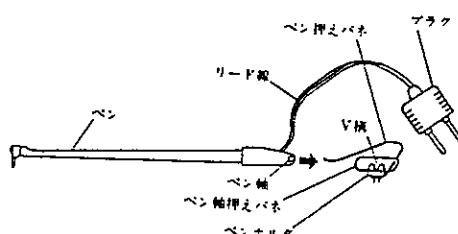

図 5-2
• 8K32(20 mm-p-p 円弧書き)の場合、ペンホルダ(図5-2)はコイル中心とペン中心とが一致する様に前もって取付けてありますのでペンホルダの止めネジは決してゆるめないでください。ペンホルダとコイル中心がずれると直線性、感度等の特性が出ませんのでご注意ください。